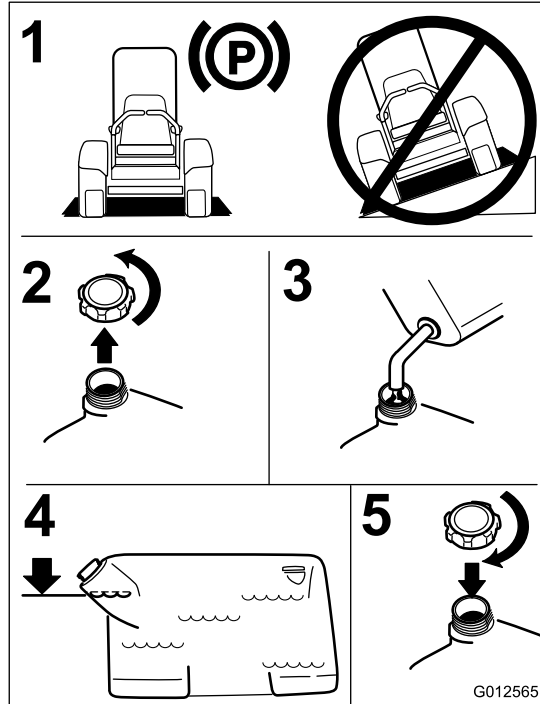

Figure 7
4. Remplissez le réservoir de carburant jusqu'à la base du goulot de remplissage. Laissez un espace vide au-dessus pour permettre à l'essence de se dilater Figure 7.